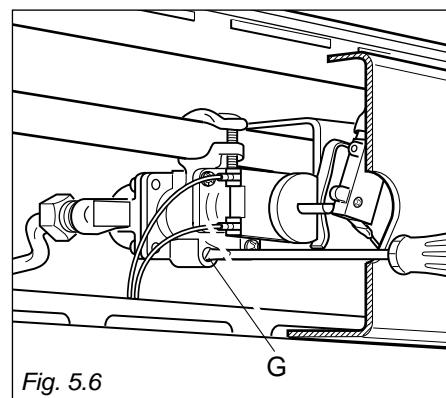

Fig. 5.6
- Visser doucement la vis by-pass G (fig. 5.6) jusqu'à l'obtention d'une flamme de 3-4 mm de long.